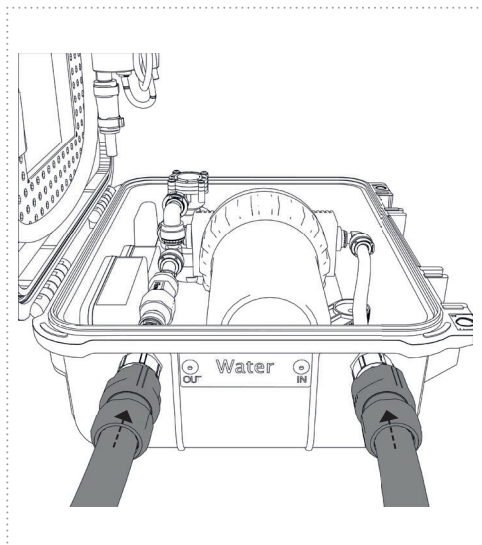

Figure 7
5. Raccordez les tuyaux compatibles Gadena (WATER IN & WATER OUT) (Fig. 7)